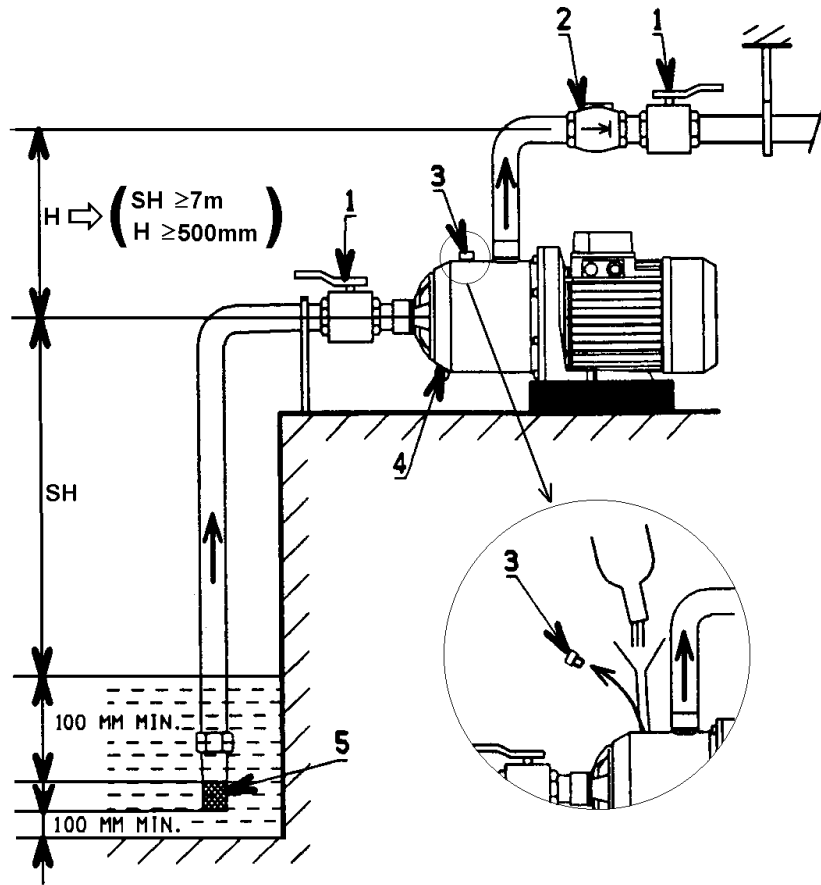

Рис. 3
- ◆ Диаметр всасывающего трубопровода/шланга должен быть не меньше номинального диаметра всасывающего патрубка насоса. Для насосов серии 6 м3/ч и с всасывающей высотой (SH) более 6 м минимальный внутренний диаметр всасывающего трубопровода равен 28 мм. Всасывающий трубопровод должен быть абсолютно герметичным.
- ◆ При высоте всасывания (SH)  $\geq$  7 м необходимо иметь вертикальный участок напорного трубопровода высотой не менее 500 мм (рис. 3)
### Пуск насоса в режиме всасывания (рис. 3)